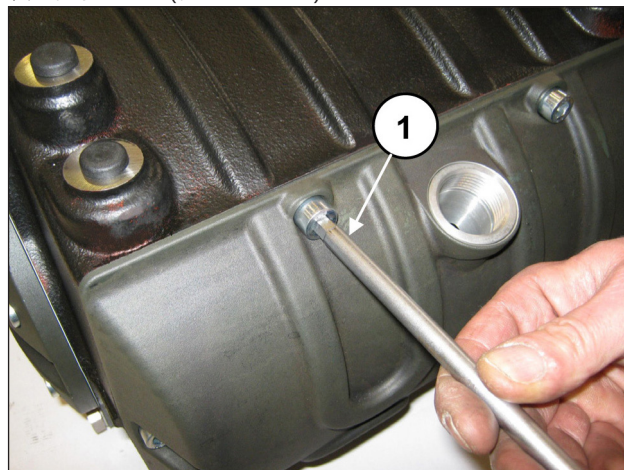

图 2
完全排空泵中的油，然后拆除曲轴箱盖(及相应O形圈)，拧松6个螺丝M10(位置①，图2)。